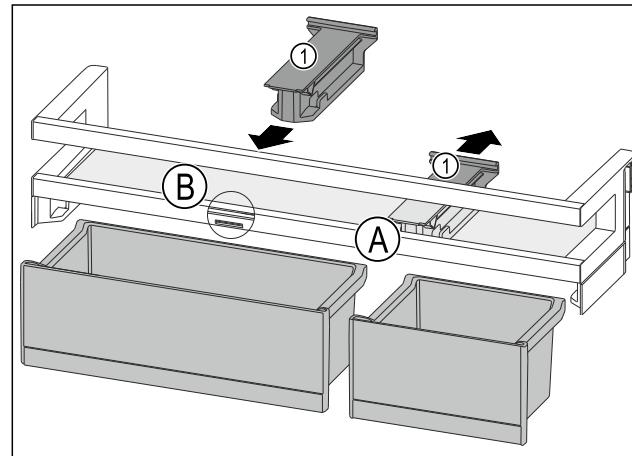

Fig. 128
- Halteteil Fig. 128 (1) in Position Fig. 128 (A) nach hinten abziehen.
- Halteteil Fig. 128 (1) in Position Fig. 128 (B) einsetzen.